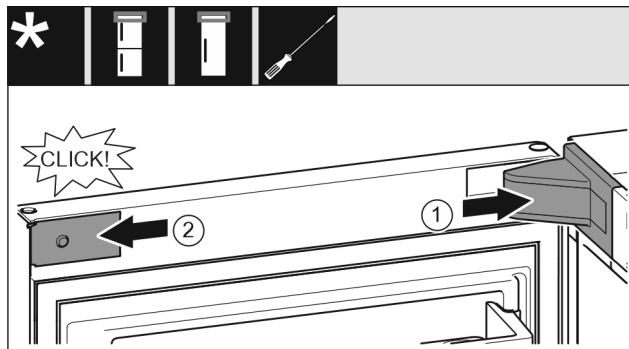

Fig. 21
- ▶ Helyezze fel és pattintsa be a csapágybak fedelét, szükség esetén óvatosan nyomja szét. Fig. 21 (1)
- ▶ Helyezze fel oldalra a lemezt, és pattintsa be. Fig. 21 (2)